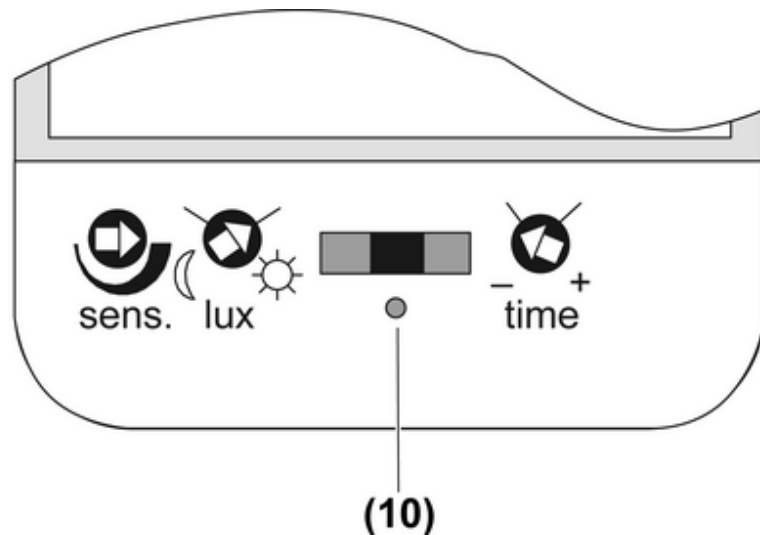

Bild 5: Arretierungsschraube
- Schiebeschalter (4) abnehmen.
- Arretierungsschraube (10) herausdrehen (Bild 5) und an der Rückseite des Schiebeschalters (9) aufbewahren (Bild 4).